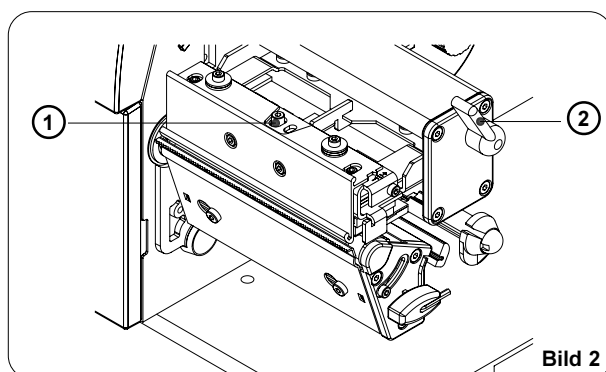

Bild 2
2. Schwenken Sie den Knopf (2) in die im Bild 2 gezeigte Stellung. Damit wird der Druckkopf entriegelt.
3. Drehen Sie die Kopfschraube (1) entgegen dem Uhrzeigersinn und lösen Sie damit den Druckkopf von der Druckkopfhalterung.